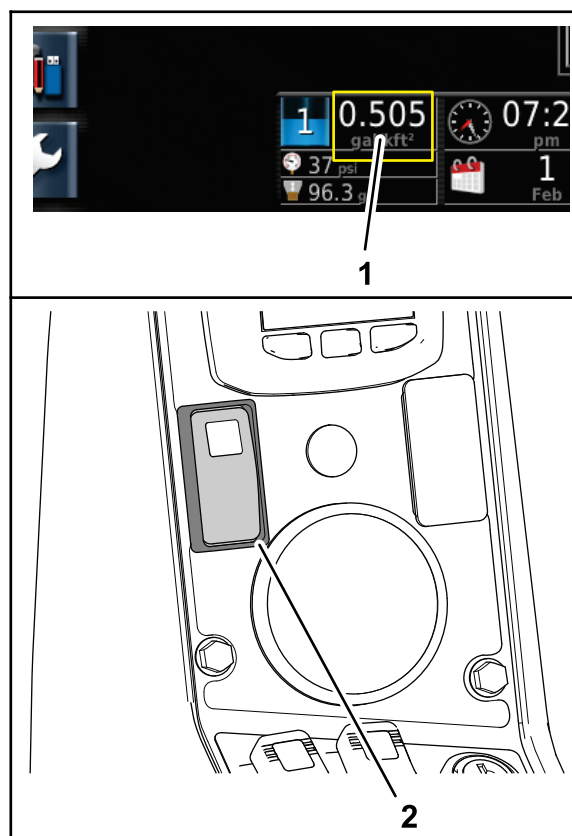

Figura 53
1. Regolate la velocità del motore fino a quando il volume di applicazione target non viene visualizzato sul cruscotto della consolle di comando X25, quindi impostate l'interruttore di blocco della velocità della macchina (Figura 53).